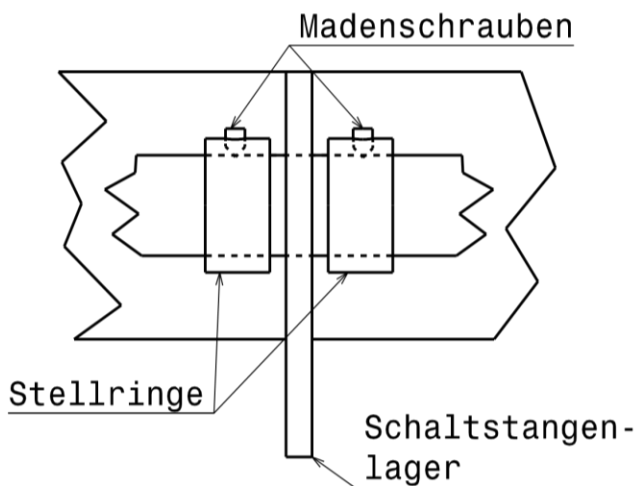

Abb. 3
2. Stellringe anbringen Abb. 3